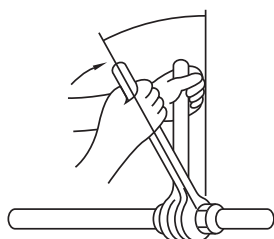

Fig. 5-9
- Aplique uma camada fina de óleo refrigerante na superfície de encaixe do tubo. (Fig. 5-9)